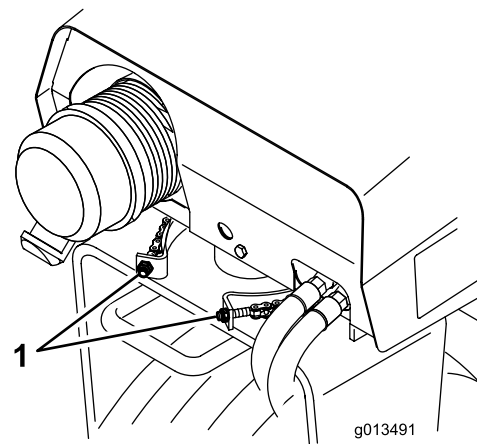

Bild 23
2. Stellen Sie die Sicherungsmutter ein, bis die Kette eng an beiden Seiten des Rads anliegt (Bild 23).